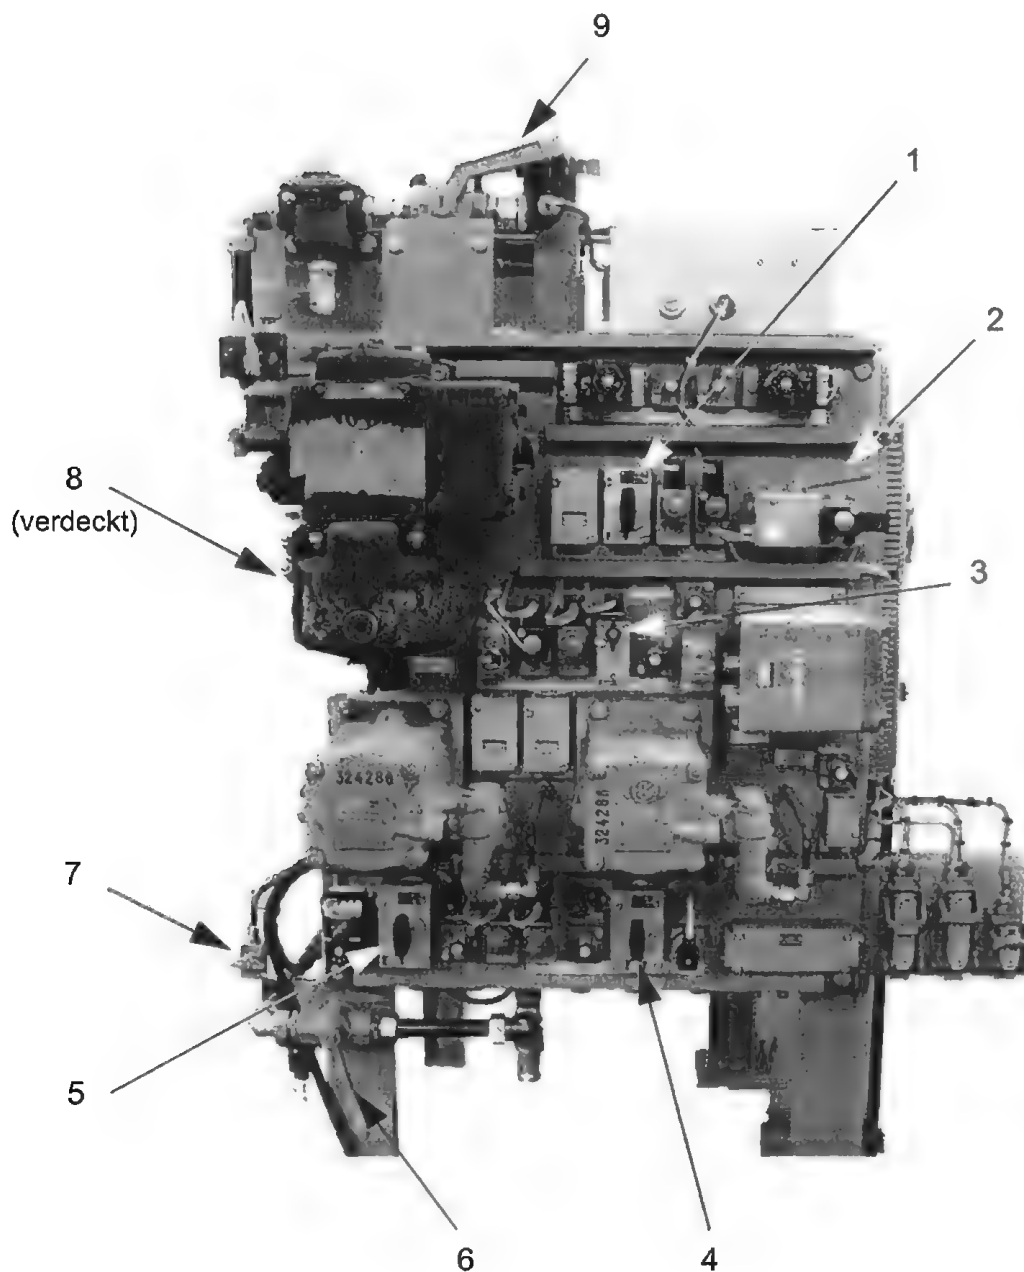

Bild 5-10 / Bremstafel
- Stellungen folgender Absperr-, und Durchgangshähne kontrollieren (siehe Bild 5-10)
- Absperrhahn HB-Leitung (6) geöffnet (Hebel angelegt)
- KE-Ventil (8) (Betriebsstellung: Hebel senkrecht)
- Absperrhahn Direkte Bremse (3) (Betriebsstellung: Knebel senkrecht)
- Absperrhahn Bremszylinder Drehgestell 1 (4) (Betriebsstellung: Knebel senkrecht)
- Absperrhahn Bremszylinder Drehgestell 2 (5) (Betriebsstellung: Knebel senkrecht)
- Absperrhahn Schleppbetrieb (1) (Betriebsstellung: Knebel waagerecht)
- Entwässerungshahn (7) (Betriebsstellung: geschlossen)
- Indusi Bremswirkgruppe (9) (Betriebsstellung: Hebel links)